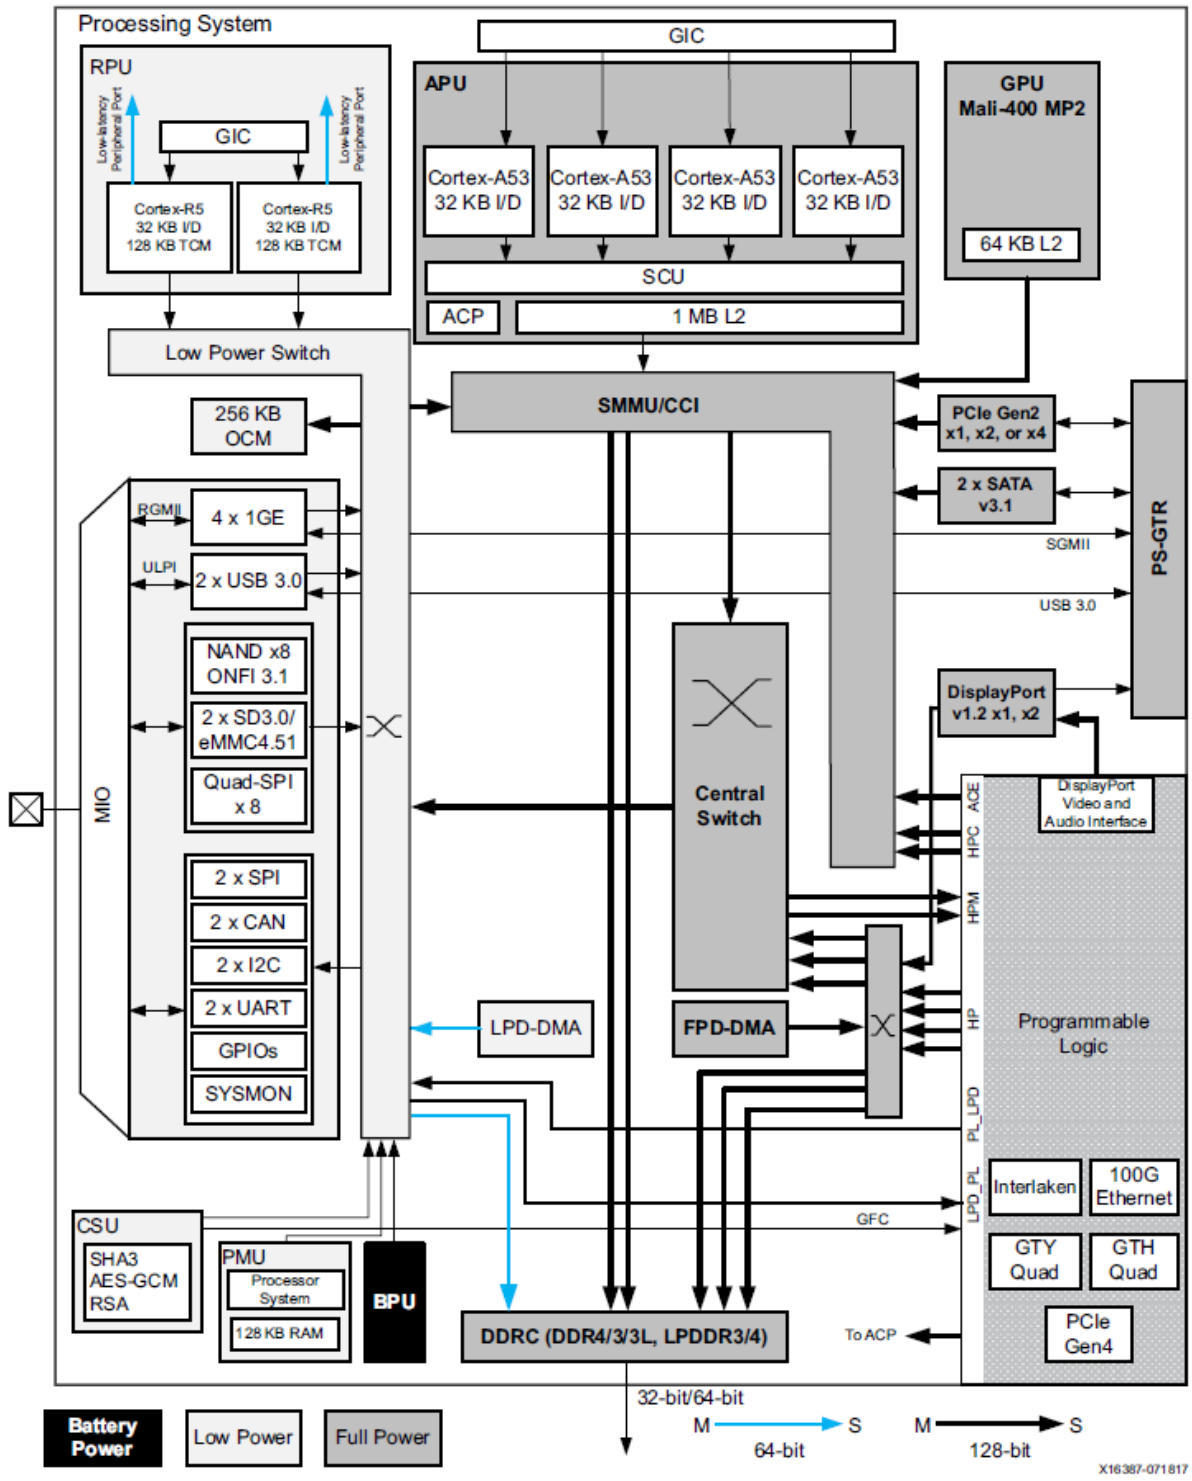

图 4 Zynq UltraScale+ MPSoC EG Top-Level 方块图 Xilinx®
EGO-MPSoC 3EG 基于 Xilinx Zynq UltraScale+ EG 系列的芯片 (型号 XCZU3EG-SFVA625-1-E), 搭载了一个 SoC 风格的集成处理系统 (PS) 与可程序设计逻辑 (PL) 在同一颗芯片上。在 PS 方面使用四核旗舰版 ARM® Cortex-A53 64bit 处理器、双核 Cortex-R5 real-time 处理器与 Mali-400 MP2 显示器、多组 DMA 通道 Controller、AMBA®互连接口、内部储存器、对外储存器接口, 专用 I/O 外围设备与接口包含 PCI Express, SATA, DisplayPort Controller, USB 3.0, Ethernet, SPI, SD/SDIO, I2C, CAN, UART 和 EMIO。Zynq UltraScale+ EG Top-Level 方块图介绍如下图 4 所示: